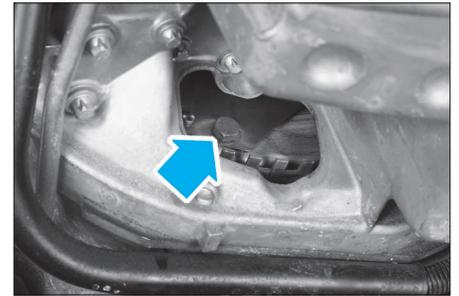

FIG. 5
- Débrancher le connecteur (5) en tournant la bague (4).
- les vis du convertisseur de couple (Fig.5).